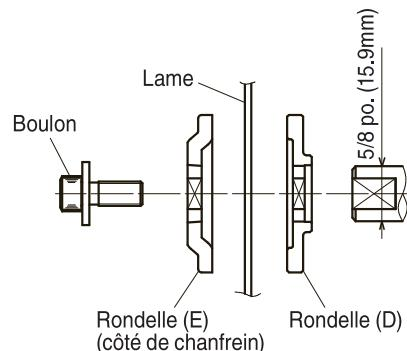

Fig. 26-c
- (6) Appuyer sur le verrou d'axe et serrer le boulon en le tournant vers la gauche à l'aide de la clé fournie comme accessoire standard (clé à barre à six pans de 6mm), comme indiqué à la Fig. 26-b.